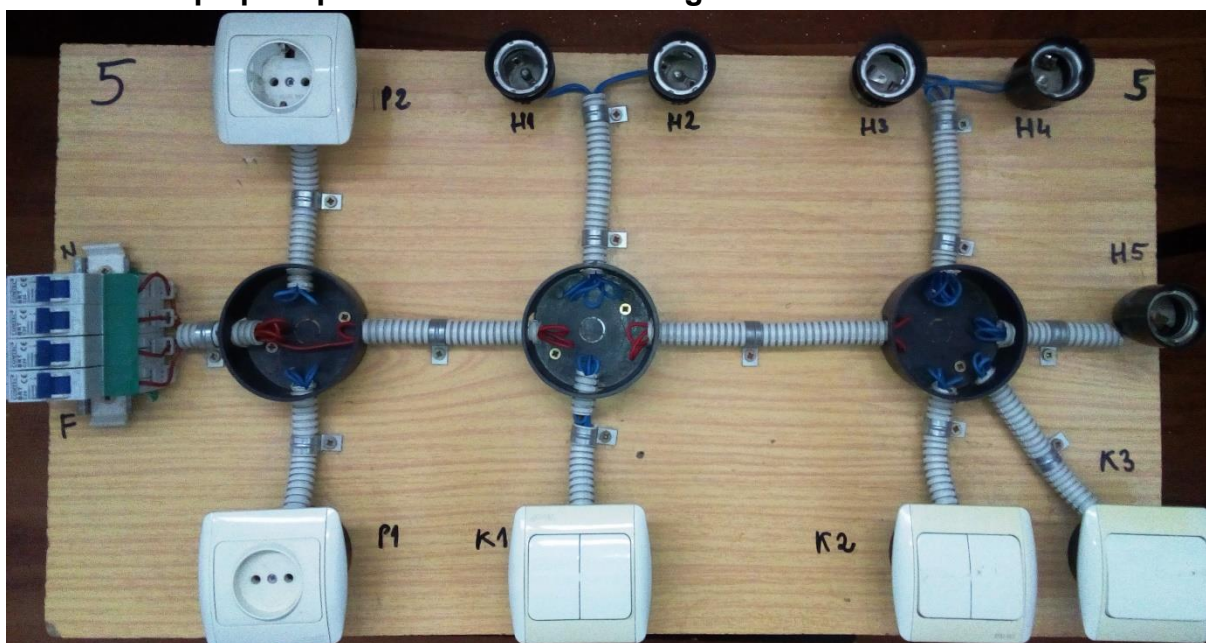

Figura 1.5 Panoplie demonstrativă cu instalație de iluminat și prize
1. Întocmirea schemei monofilare pentru instalația de iluminat și prize de pe panopia demonstrativă din figura 1.5